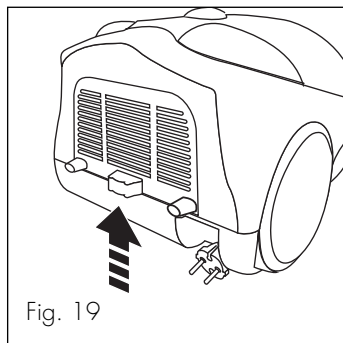

Fig. 19
Het filter bevindt zich onder de luchtuitslaatsleuven. Druk, om dit filter te vervangen, op het rooster en til het op (R) (fig. 19).